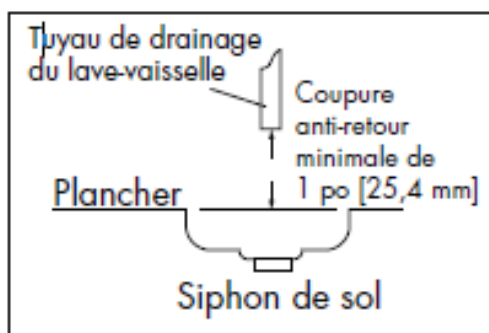

Fig. 4
1. Un espace d'air minimal de 1 po (25,4 mm) doit être maintenu entre la sortie du tuyau de vidange et le rebord de trop-plein du drain de plancher, de l'évier de sol ou de tout autre dispositif de drainage approuvé localement (voir fig. 4).